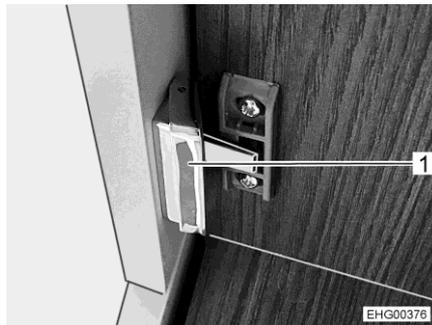

Bild 62 Entriegelungsgriff
- Entriegelungsgriff (Bild 62,1) drücken und gleichzeitig hinter die Möbelklappe greifen.